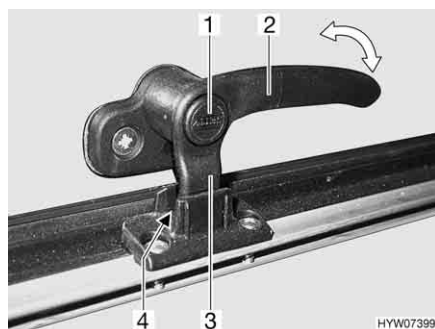
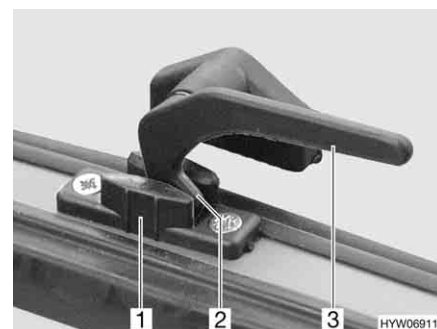

Fig. 83 Leva di serraggio con bottone di sicurezza in posizione "Aerazione continua"
Fig. 84 Leva di serraggio in posizione "Aerazione continua"
- In posizione di "Aerazione continua" (Fig. 83 e Fig. 84)
- Se presente, premere e tenere premuto il bottone di sicurezza (Fig. 83,1).
- Ruotare la leva di serraggio (Fig. 83,2 o Fig. 84,3) di un quarto di giro verso il centro della finestra.
- Girare nuovamente all'indietro la leva di serraggio. Riportare contemporaneamente il nasello di chiusura (Fig. 83,3 o Fig. 84,2) della leva di serraggio nella rientranza della chiusura della finestra (Fig. 83,4 o Fig. 84,1).
- Se presente, rilasciare il bottone di sicurezza (Fig. 83,1).